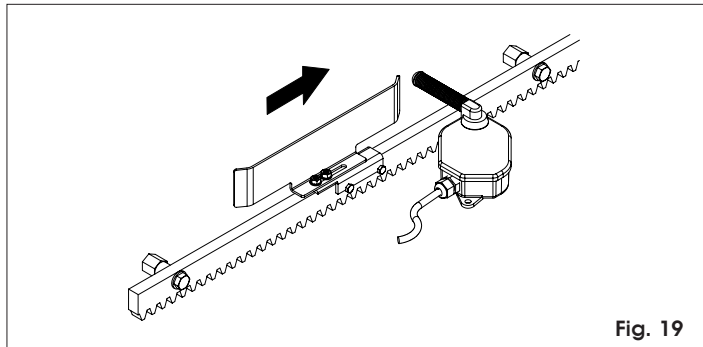

Fig. 19
- 5) Fare scorrere il lamierino sulla cremagliera nel senso d'apertura (Fig.19).